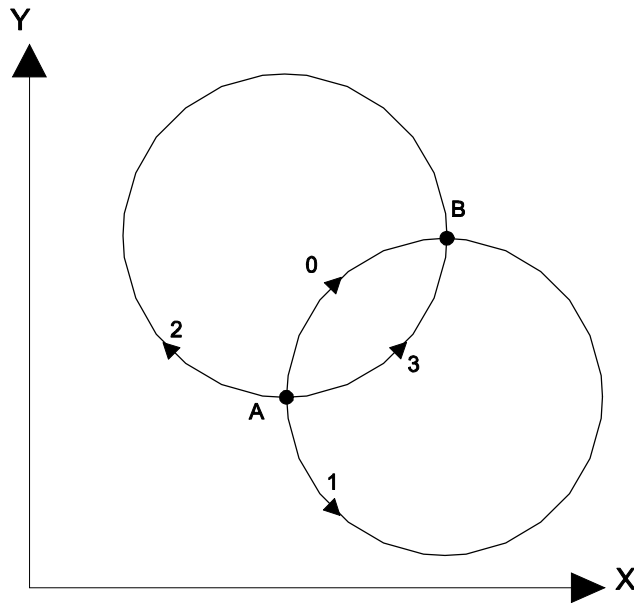

Figure 8-2 : Modes de rotation
- le mode qui choisit l'une des 4 solutions possibles, Figure 8-2